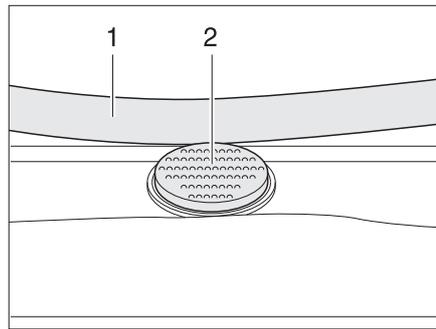

Fig. 81 Bottone di sicurezza sull'oblò Heki
- Premere il bottone di sicurezza (Fig. 81,2) e tirare verso il basso la staffa (Fig. 81,1) con entrambe le mani.
- Premere la staffa verso l'alto con ambedue le mani, finché la staffa non poggia al di sopra del bottone di sicurezza (Fig. 81,2).